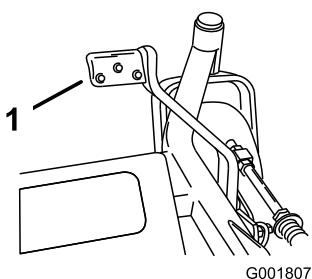

Figura 19
- Premete la leva di sollevamento assistito mentre alzate la leva dell'altezza di taglio (Figura 19).